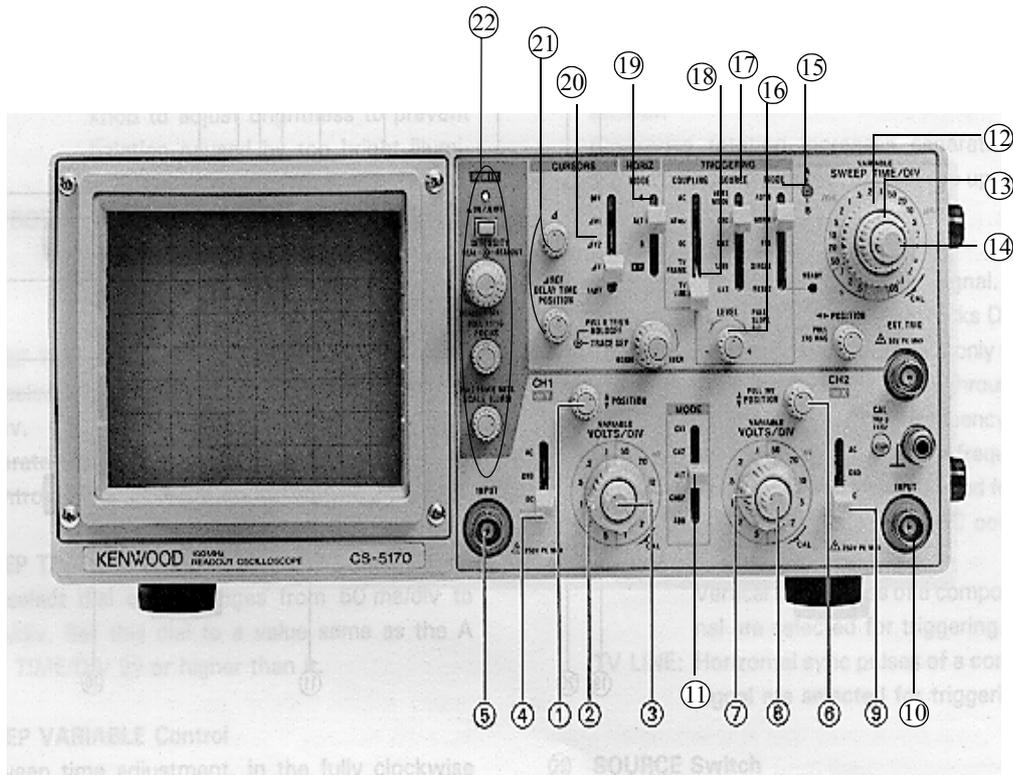

Figura 28: Panel frontal del osciloscopio.
- Uno de ellos (deflector horizontal) controla el movimiento horizontal, de izquierda a derecha, o barrido. La velocidad de barrido es controlada por el usuario con la base de tiempos (botones (12) - (14), Figura 28), que se describirán después.
- El otro de ellos (deflector vertical) controla el movimiento vertical, movimiento que depende a su vez de la tensión presente en el canal de entrada (entrada (5) o (10), Figura 28) en ese instante.
seleccionadas por el usuario (botones (3), (7) y (12) de la Figura 28; y 2) en la parte superior, aparecen las diferencias de tensión o de tiempos al usar la medición mediante los cursores (20) en la Figura 28.
El osciloscopio del que se dispone en el laboratorio es el CS-5170. En la Figura 28 se observa el panel frontal del mismo. Este osciloscopio se caracteriza por tener dos canales de entrada, CH1 y CH2, lo que permite visualizar dos señales simultáneamente. Cada canal tiene un conjunto diferente de mandos de control (números (1), (2), (3), (4) y (5) para el CH1 y (6), (7), (8), (9) y (10) para el CH2). La función de cada uno de ellos es la siguiente:
(1), (6): *Control de posición*. Sirve para variar la posición de la señal en pantalla (desplazamiento arriba/abajo).
(2), (7): Mando que controla la *escala de tensión* en la que se representa la señal de entrada que visualizamos en el osciloscopio. La escala es discreta y viene dada en VOLTS/DIV. La DIV (división) corresponde a cada una de las retículas de la pantalla.
(3), (8): *Controles de la escala de tensión con ajuste fino*. Debe estar completamente girado hacia la derecha (posición "CAL") para que la escala de tensión coincida con la del mando (2),(7). Sólo en estas condiciones se puede medir tensiones en ese canal. Por otra parte, al girar en sentido antihorario, aumenta gradualmente la escala VOLTS/DIV (la señal visualizada "disminuye de tamaño"), pero sin poder ser cuantizada.
(4), (9): *Conmutador de 3 posiciones*: AC, GND y DC.